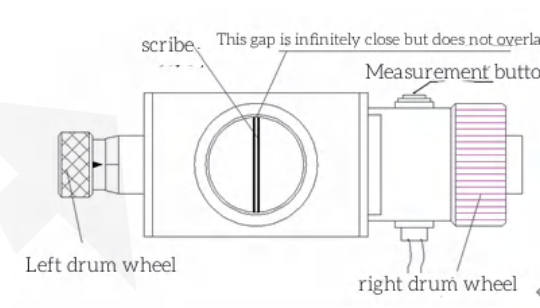

Fig. 5.3 Oculaire de mesure
- 5) Tournez l'indenteur (5) vers l'avant et vérifiez que la tourelle (19) est bien positionnée. La rotation doit être effectuée avec précaution et lentement afin d'éviter tout impact brutal. À ce stade, la distance entre le sommet de l'indenteur et le plan focal de l'échantillon est d'environ 0,4 à 0,5 mm.
- 7) Ajoutez 20 × ou tournez l'objectif 10X vers l'avant, puis mesurez la longueur diagonale de l'indentation dans l'oculaire micrométrique (6). Si l'empreinte n'est pas claire, relevez ou abaissez lentement le banc d'essai pour la rendre plus nette ; si les deux lignes à l'intérieur de l'oculaire micrométrique (6) sont floues, le cache oculaire de l'oculaire micrométrique peut être ajusté en fonction de la vision de chaque personne.
- 8) Tournez la molette droite et déplacez le réticule dans l'oculaire, en rapprochant progressivement les deux réticules. Lorsque la partie interne du réticule est connectée à l'infini À court terme (la partie interne du réticule est dans un état critique sans intervalle lumineux, mais les deux réticules ne doivent pas se chevaucher). Voir la figure 5.3